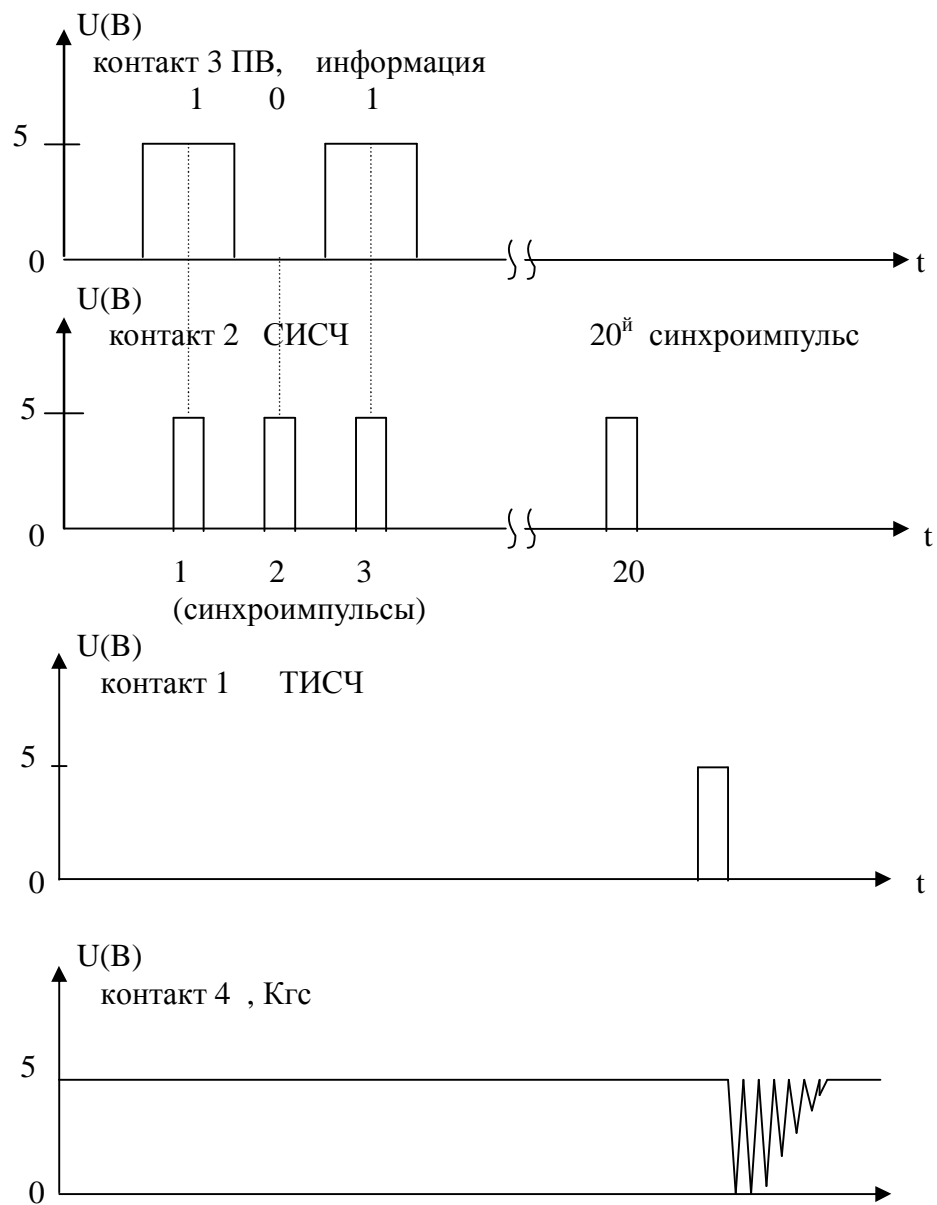

Рисунок 7.1 - Напряжения на контактах платы ПВ при записи кода частоты
- 4) проверить осциллографом С1-103 наличие сигналов на выводах 1,2,3,4 ПВ на соответствие рис.7.1 при однократном нажатии кнопки "F4" на стенде ТП12 (режим